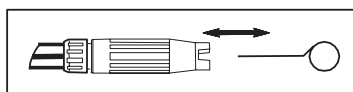

Fig. 2
- Gebruik de schoonmaakset of een scherp voorwerp om de spuitmond schoon te maken. Bijvoorbeeld, steek een opgevouwen paperclip in de opening van de spuitmond. Beweeg de paperclip naar binnen en naar buiten om alle vuiligheid en stof te verwijderen. Fig. 2.